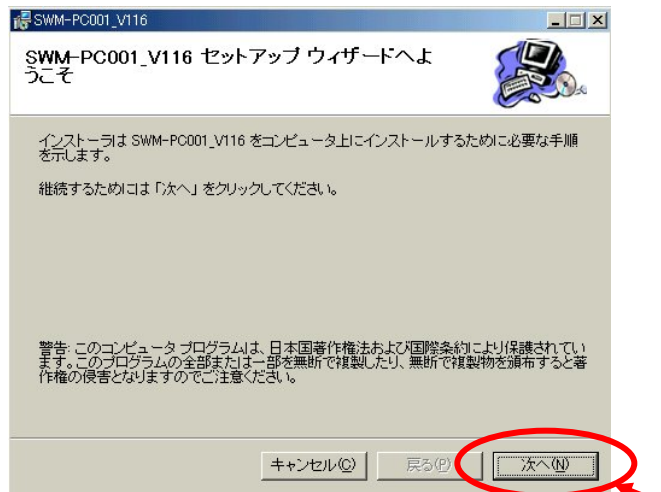

図1.2-7
- (7) [次へ(N)]ボタンをクリックしてください。(図1.2-7)